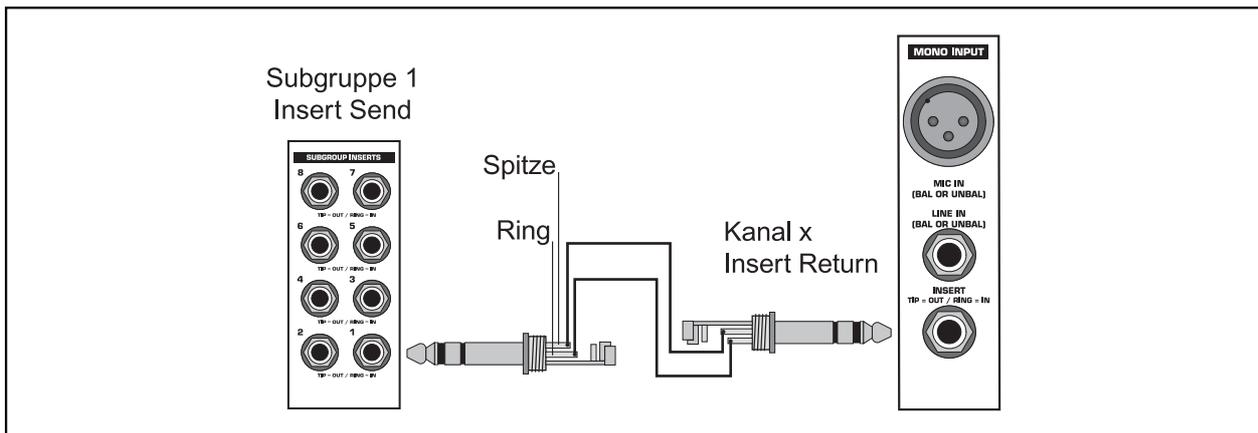

Abb. 5.3: Hinzufügen von EQ zu Subgruppensignalen mit Hilfe von Inserts
**Wir empfehlen Ihnen dringend, die Inserts auf ein Steckfeld (engl. Patchbay) zu verkabeln, wo Eingang und Ausgang dann auf getrennten Buchsen aufliegen und dementsprechend vielseitiger zu verwenden sind. Außerdem können Sie die nützliche Verbindung aus Abb. 5.3 herstellen, ohne sich erst ein Spezialkabel löten zu müssen.**